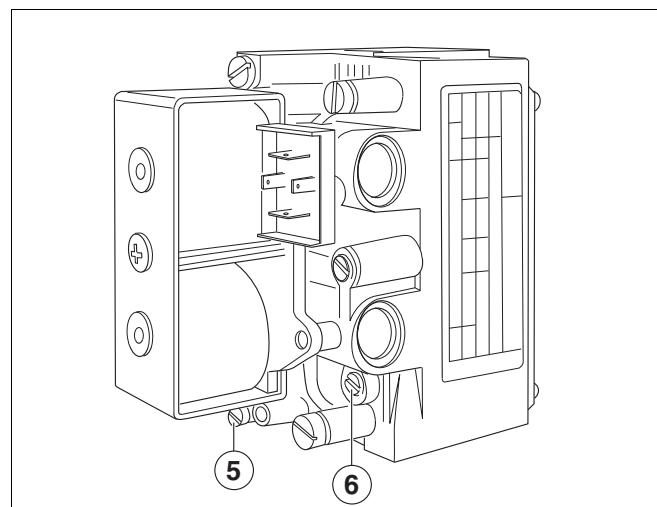

fig. 5 Válvula do queimador a gás SIT 830 Tandem
- Remover a tampa de cobertura sobre a abertura de ventilação (fig. 5).
- Aprox. 10 segundos após a abertura da válvula, reconhecível através de um leve clique, ler a pressão gradual no manómetro do tubo em V e, rodando na direcção menos ou mais no parafuso de carga inicial (fig. 5), ajustar para